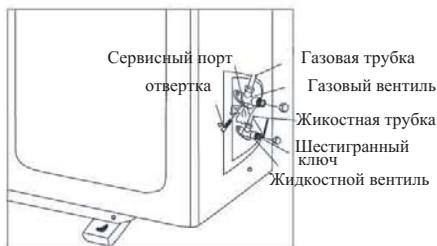

Рис. 8.13
- Отверните защитные колпачки вентиляей для шестигранного ключа и колпачок сервисного порта. (Рис. 8.13)
- Шестигранным гаечным ключом отверните жидкостной вентиль. Нажмите отверткой на ниппель сервисного клапана (Рис. 8.13) после заполнения системы фреоном, опустите ниппель и закройте вентиль.